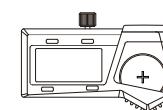

Fig.2
- Placez la batterie dans le logement, le côté positif de la batterie (+) doit être orienté vers l'extérieur (Fig.2).